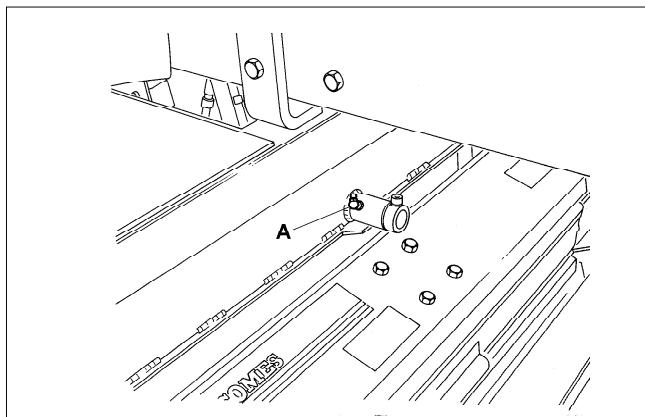

Fig.31
- (d) Hubarmbolzen der hinteren Schneideeinheit (A Bild 31).
- (d) Perni dell'unità di taglio posteriore (A Fig. 31)